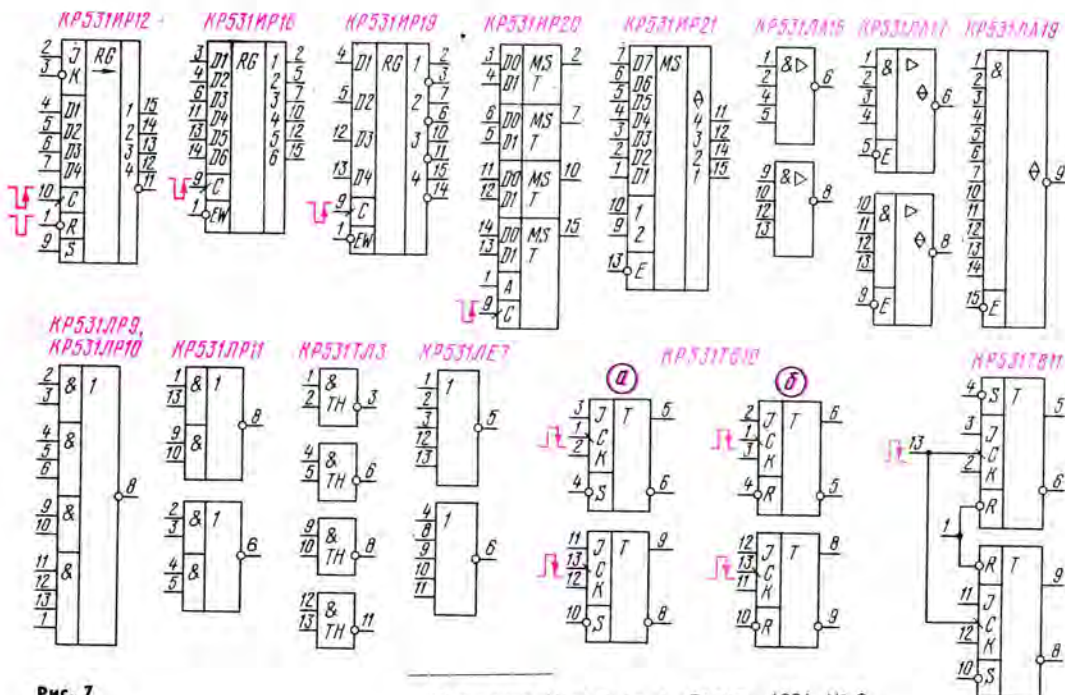

Рис. 7
Четырехразрядный сдвигающий регистр КР531ИР12 (рис. 7) имеет четыре прямых выхода 1—4 и один инверсный выход разряда 4, а также входы сброса R, подачи тактовых импульсов C, выбора режима S, а также входы подачи информации при последовательной (J и K) или параллельной (D1—D4) записи.
рис. 7) — шестизрядный регистр хранения информации. Параллельная запись информации в него происходит по спаду импульса отрицательной полярности на входе С, при этом на входе разрешения записи EW должен быть уровень 0. Если на входе EW присутствует уровень 1, запись в регистр запрещена.
Четырехразрядный регистр хранения информации с прямыми и инверсными выходами KP531IP19 (см. рис. 7) работает аналогично микросхеме KP531IP18.
Микросхема KP531IP20 (см. рис. 7) содержит четыре двухвходовых мультиплексора с регистром хранения на выходе. На входы регистра сигналы поступают с входов D0 микросхемы, если на адресном входе А присутствует уровень 0 или с входов D1, если на входе А — уровень 1. Запись в регистр происходит по спаду импульса отрицательной полярности на входе С. Микросхема KP531IP20 по функционированию близка к K555KP13 (отличия: запись в последнюю происходит по спаду импульса положительной полярности; разводка выводов у этих микросхем — разная).
Микросхема KP531IP21 (см. рис. 7) представляет собой комбинационный статический сдвигатель сигналов четырехразрядного кода. По логике функционирования он ближе всего к мультиплексорам. Микросхема имеет семь информационных входов D1—D7, адресные входы 1 и 2 и вход разрешения Е. Выходы 1—4 можно переводить в высокоимпеданное (Z) состояние подачей на вход Е уровня 1. При уровне 0 на входе Е выходы активны.
Микросхема KP531LA16 (см. рис. 7) включает в себя два мощных магистральных усилителя, выполняющих функцию
В микросхеме KP531LA17 (см. рис. 7) находятся два элемента 4И-НЕ с возможностью перевода их выходов в высокоимпедансное состояние при подаче на вход Е уровня 1. При уровне 0 на входе Е выходы активны. Допустимые выходные токи равны 60 мА в нулевом состоянии и 32 мА в единичном состоянии при выходном напряжении 2 В, что
Микросхемы KP531LP9 — KP531LP11 (см. рис. 7) выполняют функцию И-ИЛИ-НЕ. Микросхема KP531LP10 аналогична KP531LP9, но имеет выход с открытым коллектором, допустимое выходное напряжение для нее в единичном состоянии — 5,5 В. Хотя микросхемы KP531LP11 и K555LP11 имеют одинаковое цифробуквенное обозначение после номера серии, однако число входов у первой меньше.
На рис. 7 приведены также графические обозначения микросхем KP531LE7, содержащей два пятиходовых элемента ИЛИ-НЕ, и KP531TJ3, включающей в себя четыре двух-ходовых триггера Шмитта.
Микросхема KP531TB1G (см. рис. 7) содержит два JK-триггера, функционирующих аналогично триггерам микросхем KP531TB9 и K555TB9, но отличающихся наличием лишь одного установочного входа в каждом. Его можно считать входом установки в единичное состояние (S на рис. 7, а) или входом сброса (R на рис. 7, б), но в последнем случае входы J и K, а также прямой и инверсный выходы нужно поменять местами.
Микросхема KP531TB11 (см. рис. 7) включает в себя два JK-триггера с входами установки и сброса, однако их входы сброса и тактовые входы объединены между собой.